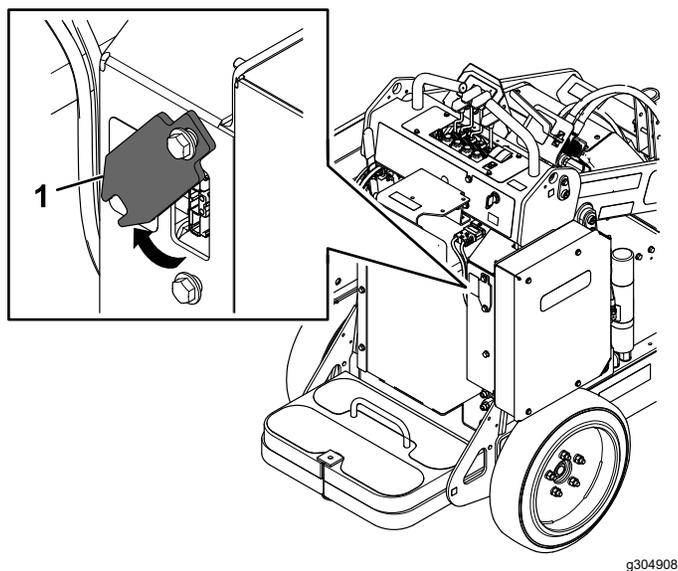

Рисунок 23
6. Поднимите крышку зарядного устройства вверх и отведите ее в сторону (Рисунок 23).
10. Переместите крышку зарядного устройства на штатное место и сдвиньте вниз поверх нижнего болта (Рисунок 23).